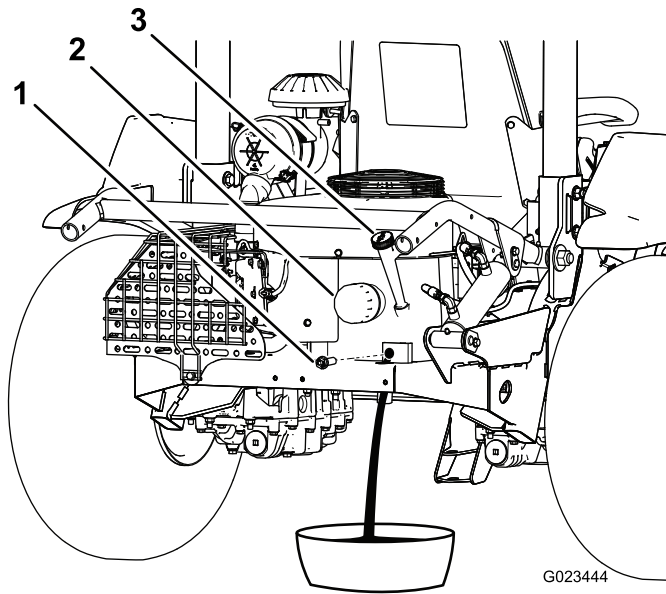

图39
3. 拆下排油塞 图39 让油流入适当的容器中。油不再流时安装排油塞。